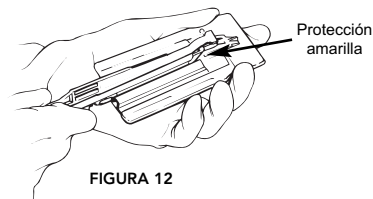

FIGURA 12
- 8b. Identifique los laterales del yunque (ANV) y el cartucho (CART) del paquete del tejido Peri-Strips Dry. Mantenga el cartucho verticalmente y desplace la unidad de carga de la grapadora en el paquete del tejido, asegurándose de que el extremo de la protección amarilla está por encima del clip del paquete (Figura 12).